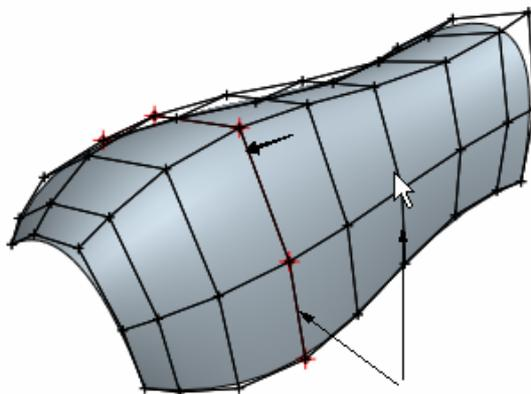

图 24-6
(2) 在【区域】面板中选中【第一方向】栏中的“区域”选项，此时基本曲面中显示一蓝色箭头，同时系统提示“在箭头指示方向选取两条控制曲线”。
(3) 在第一方向，选取如图 24-6 中箭头指示的两条控制曲线。